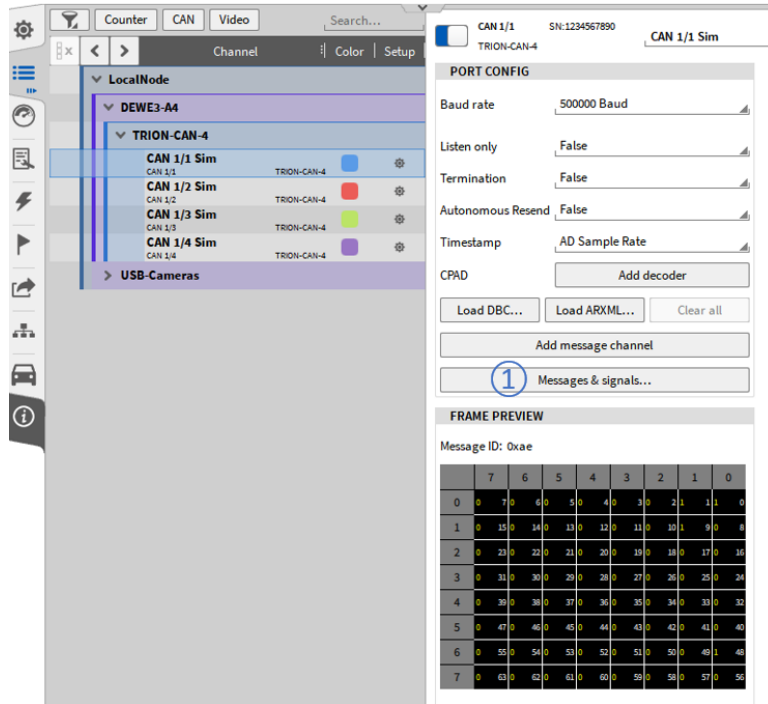

Abb. 7.195: CAN-Port-Konfiguration
Anstatt dbc- oder arxml-Dateien für die Datendekodierung zu verwenden, ist es auch möglich, CAN-Nachrichten und Signale manuell hinzuzufügen. OXYGEN stellt hierfür einen CAN-Editor zur Verfügung, der durch Drücken der *Messages & Signals...* Taste in der CAN-Port-Konfiguration (siehe ① in Abb. 7.195):